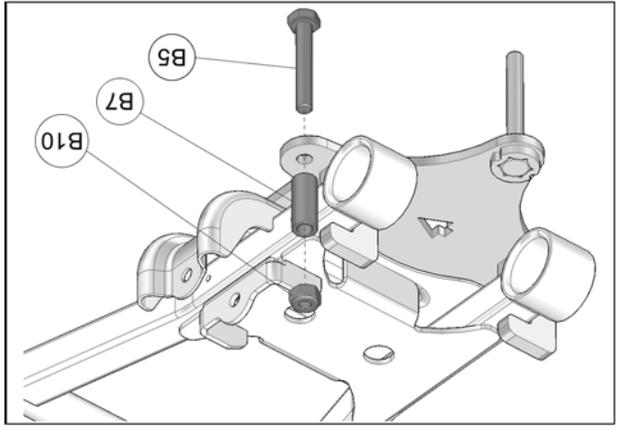

Fig. 7
6. Insérer le boulon M10x65mm (B5) au trou de l'ancrage en ligne avec les ouvertures en « C », insérer l'espacer (B7), l'écrou (B10) au boulon et serrer l'assemblage à un couple de 50 N•m [37 lb•p]. Voir la Fig. 7